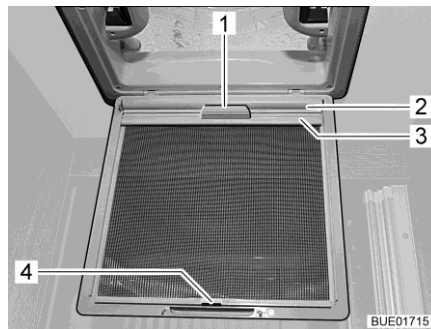

Fig. 126 Oscurante a rullo (oblò)
- Tirare l'oscurante a rullo (Fig. 126,2) utilizzando la maniglia (Fig. 126,1) e agganciare il listello di supporto (Fig. 126,3) ai ganci (Fig. 126,4) sulla protezione contro gli insetti.
- Staccare il listello di supporto (Fig. 126,3) dai ganci (Fig. 126,4) e ricondurre lentamente l'oscurante a rullo (Fig. 126,2) utilizzando la maniglia (Fig. 126,1).